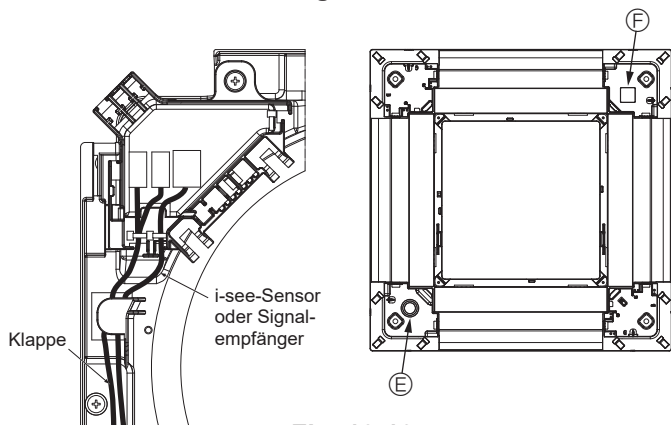

Fig. 10-13
- Das i-see-Sensorkabel und das Signalempfängerkabel wie in Fig. 10-13 dargestellt verlegen.